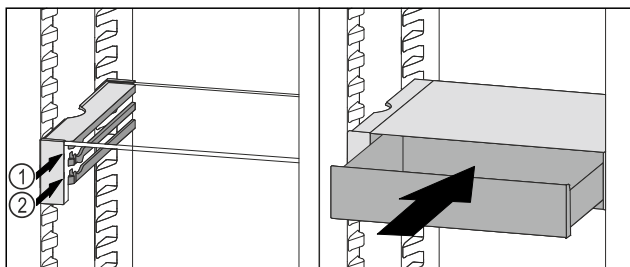

Fig. 101
- ▶ VarioSafe-Schubfach hinter den Stopperrn auf gewünschter Rippe Fig. 101 (1) oder Fig. 101 (2) aufsetzen.